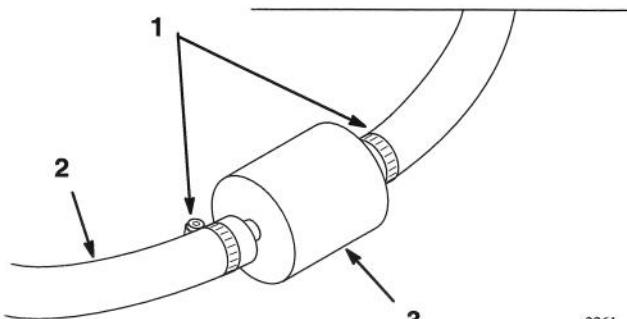

Figure 23
3. Desserrer les colliers des flexibles et les faire glisser sur les flexibles loin du filtre (Fig. 23).